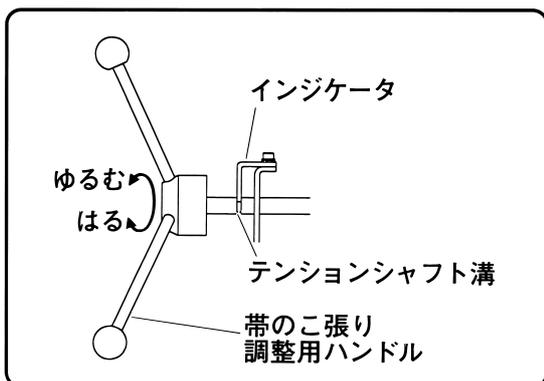

図 29
(6) セリヘッド (A) 側とセリヘッド (B) 側のボルト (A) をそれぞれボルト (A) 取付け面に軽く突き当たるまで締付けます。(図29)
(8) さらに、ベルトのこ張り調整用ハンドルをまわし、テンションシャフト溝とインジゲータを一致させます。(図29)